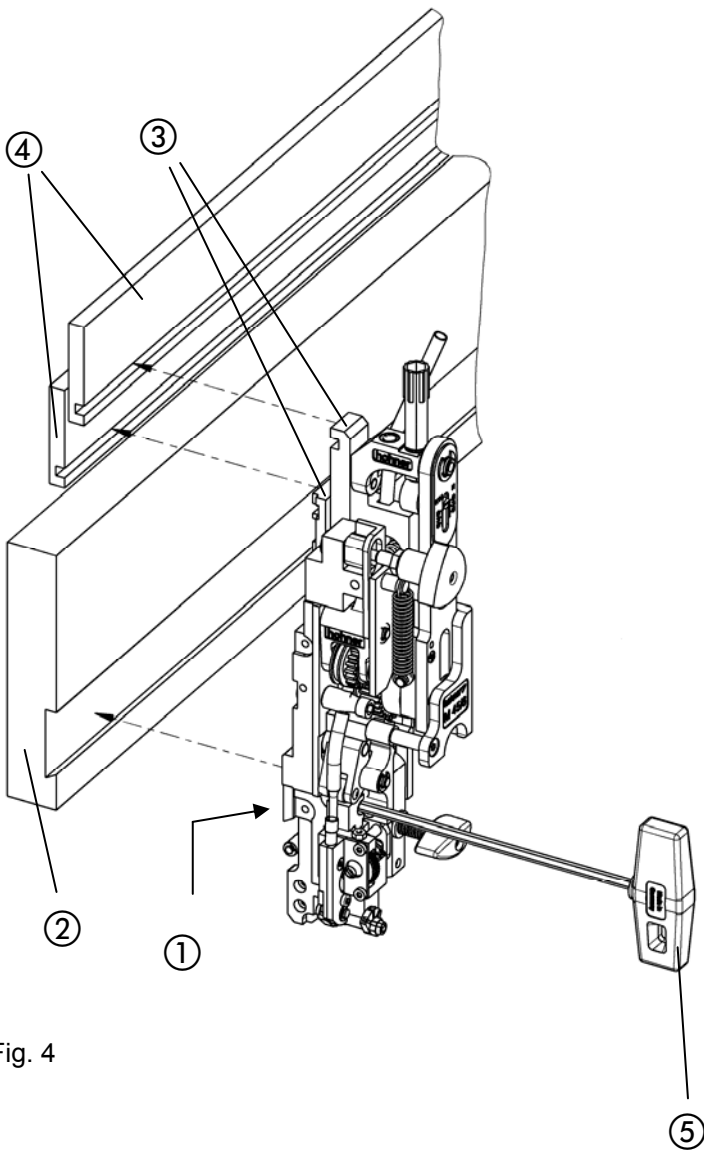

Fig. 4
- Fig. 4 -
- Aflojar el taco de corredera ① con la llave allen SW4 ⑤.
- Para montar el cabezal cosedor, introduzca el taco de corredera en el alojamiento del cabezal cosedor ②. Los dos topes de arrastre ③ del cabezal cosedor deben encontrarse en las guías de las barras de elevación ④.
- Fijar el cabezal cosedor apretando el taco de corredera ① en el alojamiento del cabezal con la llave allen.